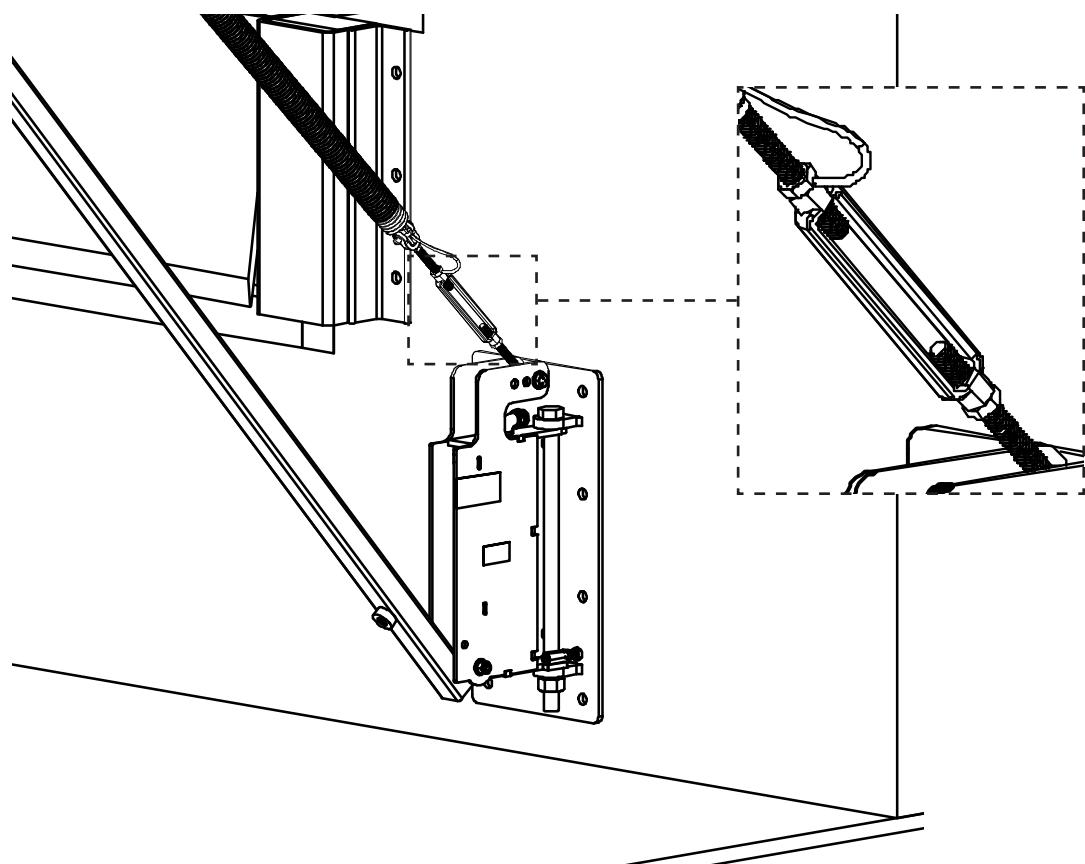

Figura 50
2. Ajuste la tensión del resorte con el tensor, que se muestra en la **Figura 50 en la página 43**. Afloje las contratuerzas y luego ajuste el tensor a la tensión deseada. Se debe retraer el brazo hacia la pared en 5 segundos o menos.